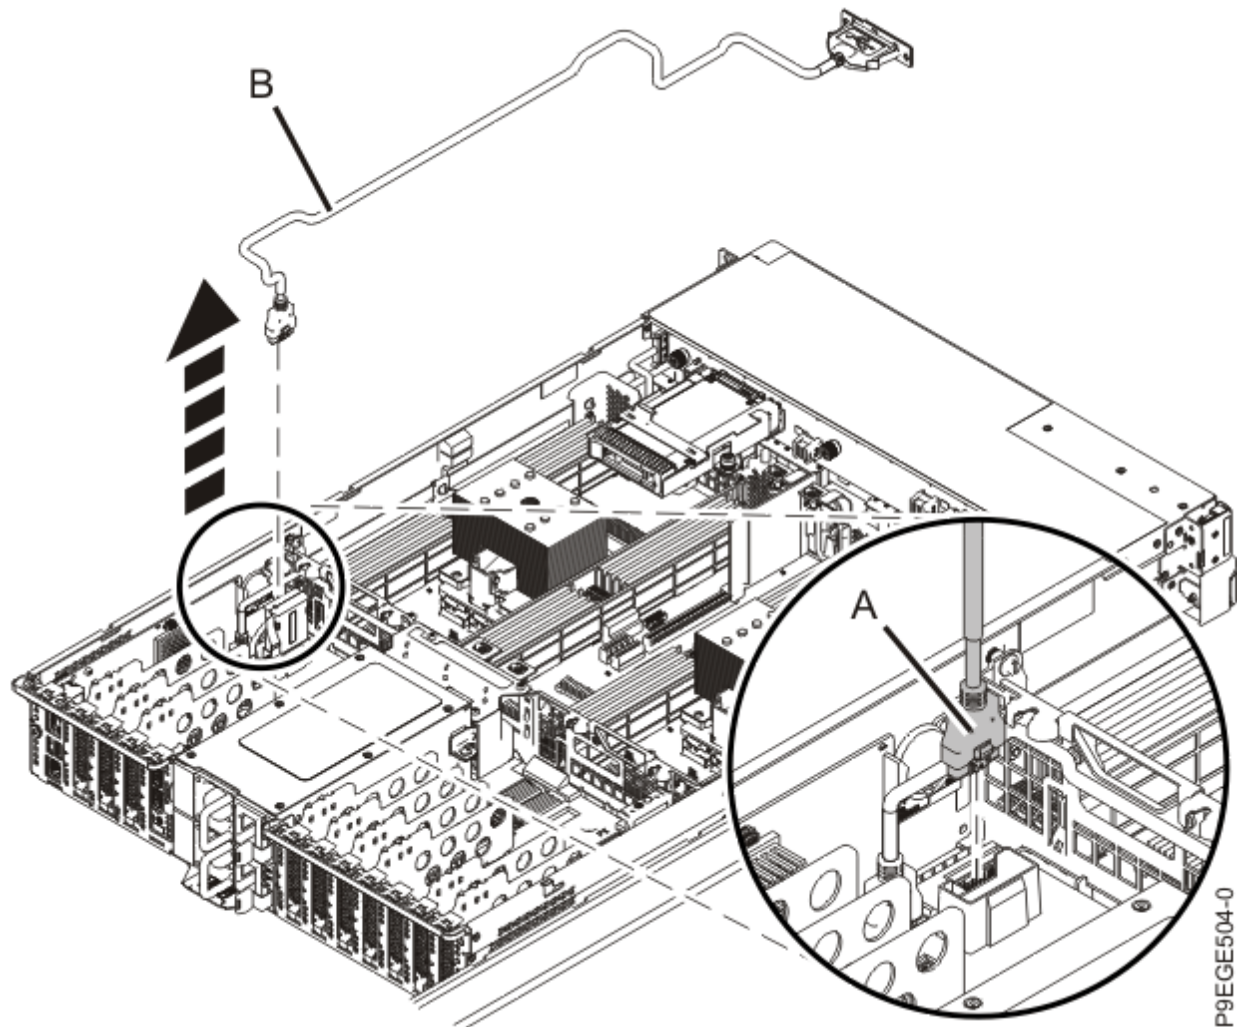

Abbildung 7. USB-Kabel an der Vorderseite an der Systemrückwandplatine ausbauen
3. Drücken Sie auf die Entriegelung am Anschluss und ziehen Sie das USB-Kabel an der Vorderseite **(A)** an der Systemrückwandplatine ab (siehe Abbildung 7 auf Seite 9).